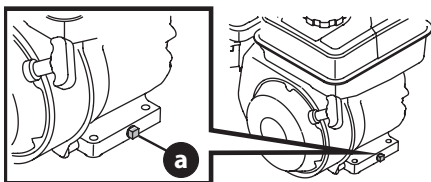

Figura 10
3. Limpie el área alrededor del tapón de drenaje de aceite (a) (Figura 10).
5. Retire el tapón de drenaje de aceite (Figura 10).